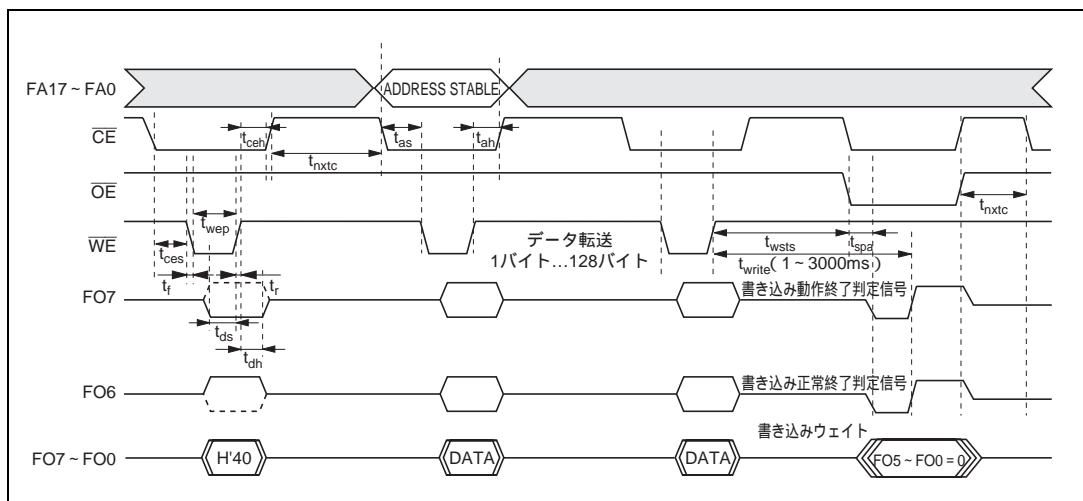

図 21.20 自動書き込みモードのタイミング波形
(2) 自動書き込みモードにおける注意事項
- (d) メモリアドレスの転送は、第2サイクルで行います（図21.20）。第3サイクル以降では転送しないでください。